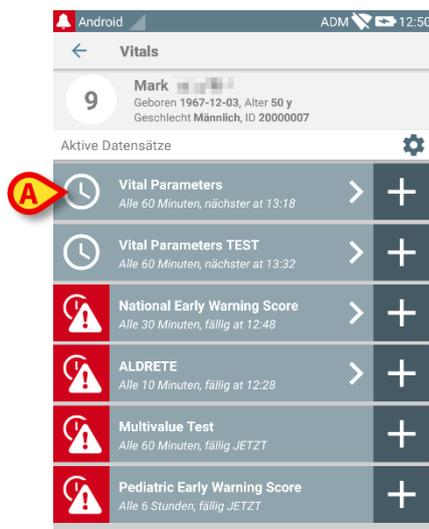

Abb. 71
Zum Bearbeiten eines vorhandenen Datensatzes auf der Bildschirmseite mit der Liste der Datensätze (Abb. 71),
- wählen Sie den betreffenden Datensatz (Abb. 71 **A**, zum Beispiel). Es wird die Zusammenfassung der erfassten Datensätze geöffnet (Abb. 72).